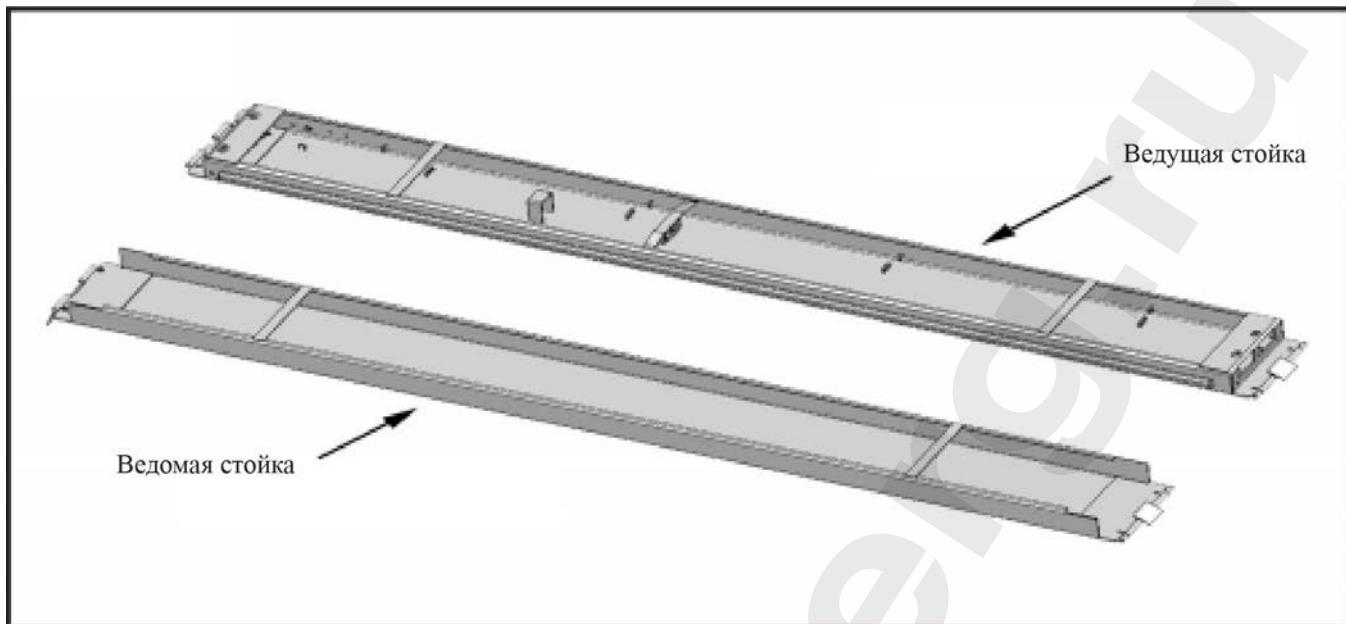

Рис. 5.1
1. Определите, какая из платформ ведущая. Это достаточно легко сделать, осмотрев внутреннюю поверхность платформы – у ведущей платформы приварены крепления для цилиндра и шкива. Ведущая платформа устанавливается с той стороны подъёмника, с которой будет установлен гидроагрегат (см. рис. 5.1).